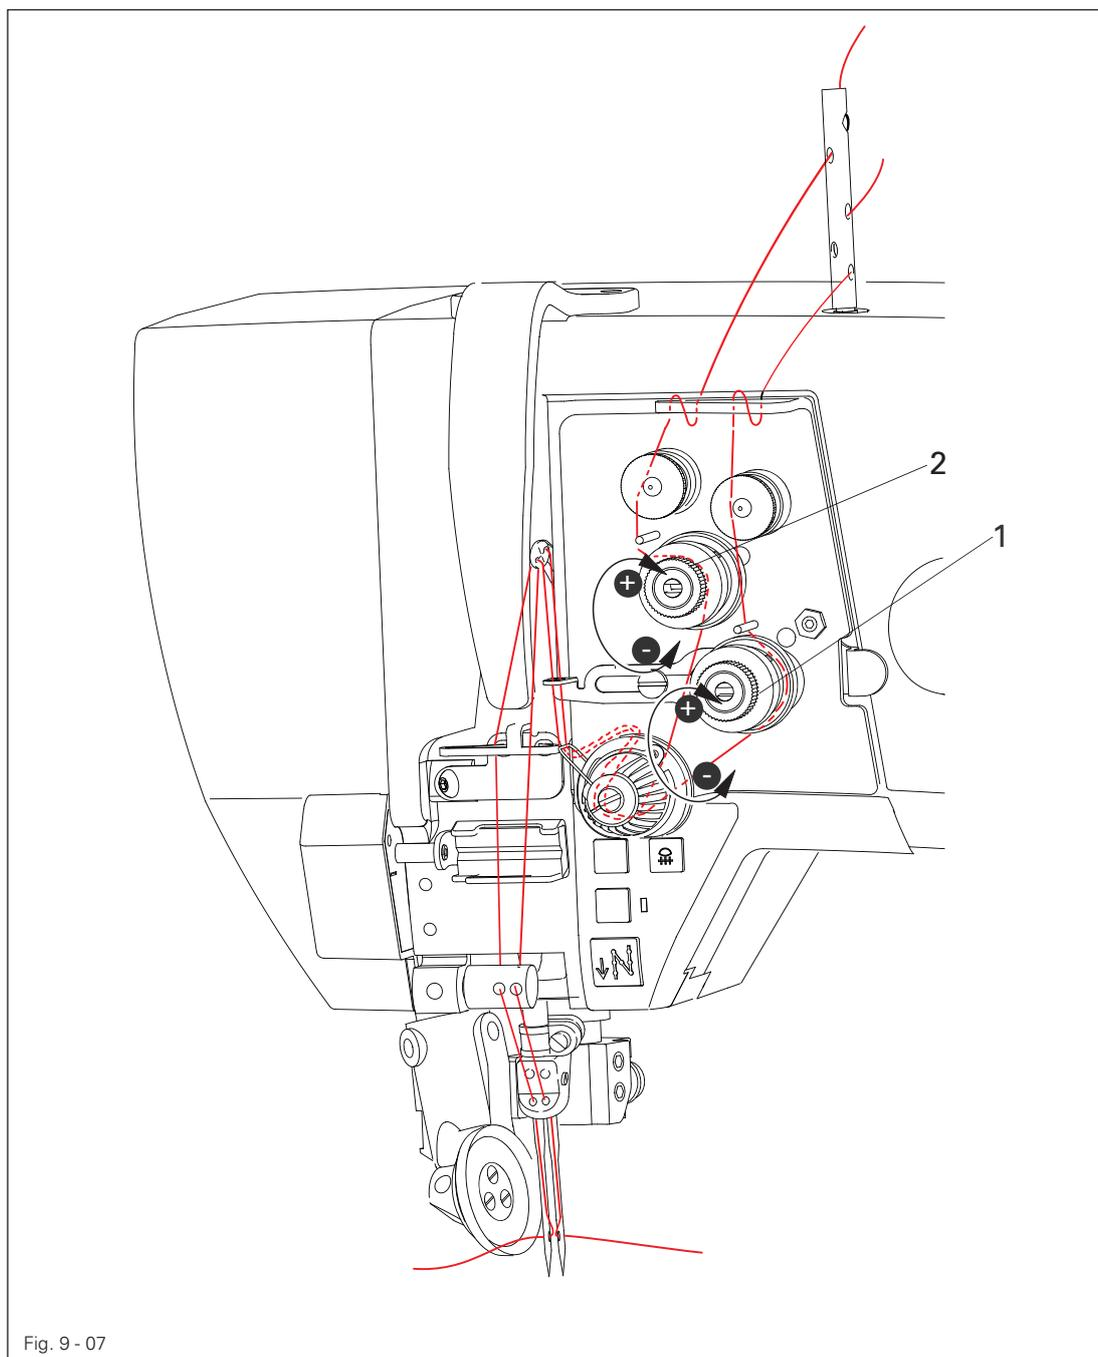

Fig. 9 - 07
- Enfiar o fio superior segundo Fig. 9 - 06. Ter atenção para que na agulha da PFAFF 571 o fio seja enfiado da **direita** para a **esquerda** e na agulha da PFAFF 591 da **esquerda** para a **direita**.
- Enfiar o fio superior segundo Fig. 9 - 07. Ter atenção para que na agulha direita o fio seja enfiado pela esquerda e na agulha esquerda o fio seja enfiado pela direita.